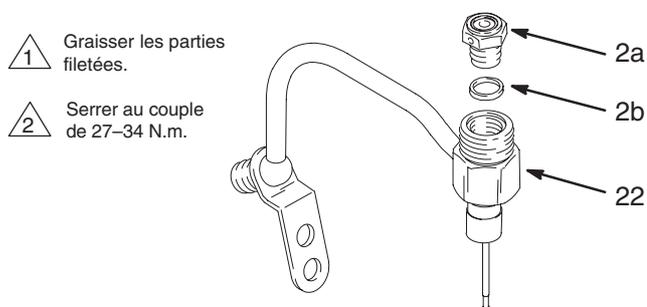

Fig. 15 03977
3. Placer le joint d'étanchéité (2b) sur le siège de la vanne (2a). Graisser les parties filetées du siège de la vanne (2a). Visser le siège de la vanne dans le corps du tuyau de fluide (22). Serrer à 27–34 N.m. Voir Fig. 15.